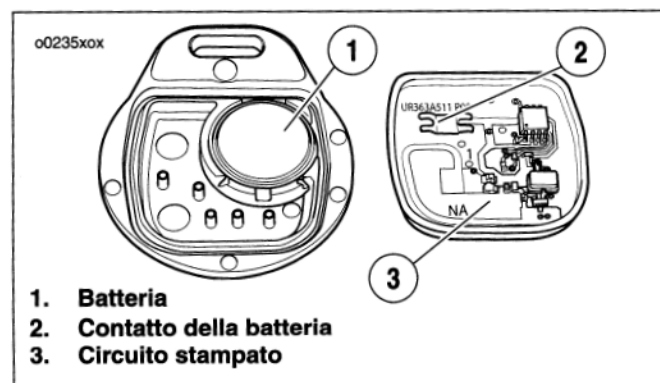

Figura 30. Sostituzione della batteria del portachiavi elettronico
2. Vedere la Figura 30. Estrarre la vecchia batteria e disfarsene.